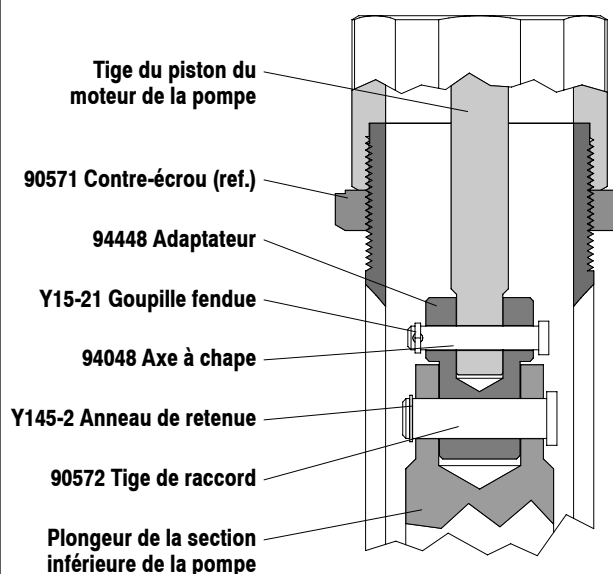

Figure 2
1. Desserrer le contre-écrou (90571) et dévisser la pompe du moteur pneumatique pour donner accès à l'adaptateur (94448) (voir la figure 2).